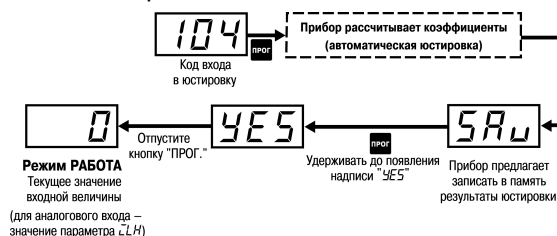

**Рисунок 8.1 – Схема подключения**
1. Подключить ко входу (клеммы 7 – 9, см. рисунок 8.1) прибора вместо датчика магазин сопротивлений типа P4831 (или подобный ему с классом точности не ниже 0,05) по трехпроводной линии. Сопротивления проводов в линии должны быть равны друг другу и не превышать 15 Ом.